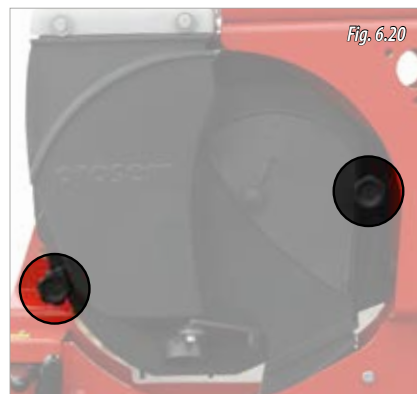

Fig. 6.20
1. Extraer la tapa del distribuidor, para ello, aflojar los 2 pomos de fijación (Fig. 6.20).